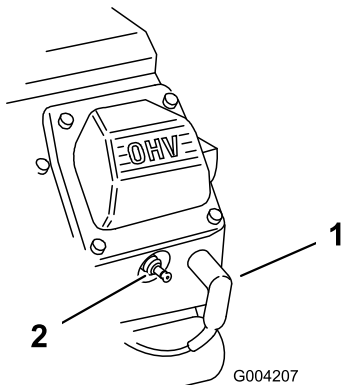

Bild 153
2. Ziehen Sie die Kabel von den Zündkerzen ab (Bild 153).